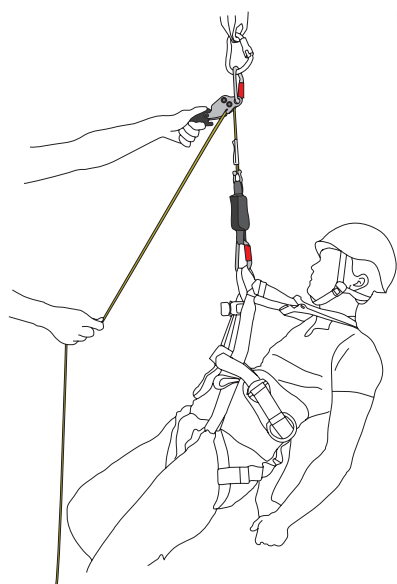

Fig. 4
4. Quite el mosquetón de la eslinga de anclaje. Coloque la eslinga de anclaje alrededor de una estructura y en el interior de su mosquetón como se indica en las fig. 1A o 1B. El anclaje debe ser capaz de soportar una carga de 12 kN (EN795). Acople el **Smartline X** como se muestra en la fig. 4.